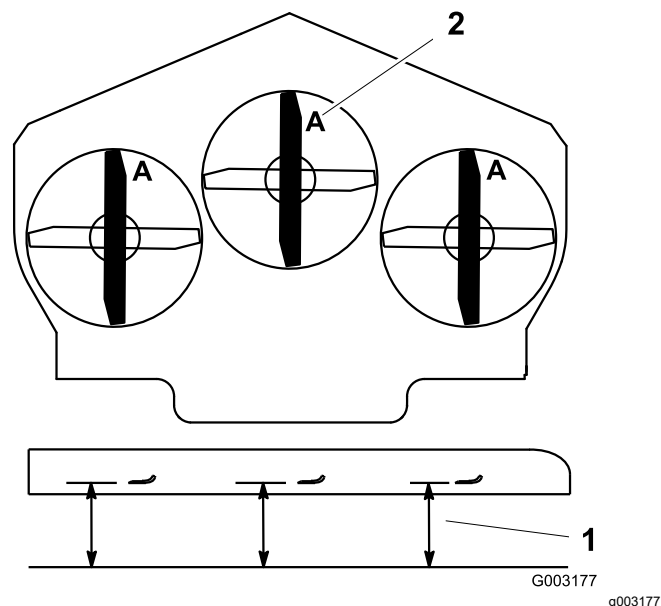

Figura 108
4. Misurate da un piano orizzontale fino al tagliente delle lame, posizione A, (Figura 108).